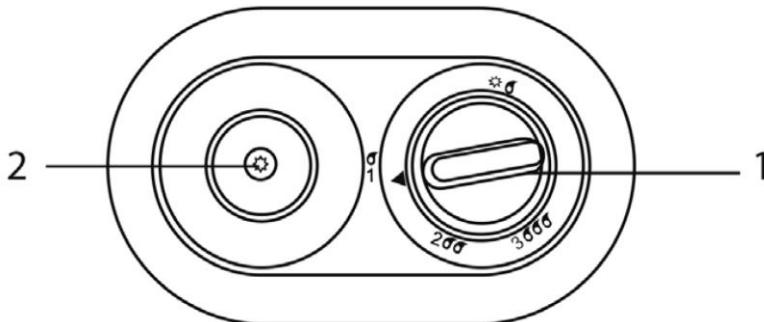

Рисунок 8
2. Нажмите и плавно поверните ручку регулировки газа на панели управления в положение **(1)** (рисунок 8). Продолжайте удерживать в нажатом положении ручку регулировки газа в течение 20-30 секунд. Одновременно несколько раз нажимайте кнопку пьезоподжига, до тех пор, пока не загорится запальная горелка. Каждый раз, как Вы нажимаете на кнопку пьезоподжига, Вы можете слышать громкий щелчок и видеть искру на электроде пьезоподжига. Продолжайте удерживать ручку регулировки газа в нажатом положении в течение 10-15 секунд с момента зажигания факела запальной горелки для активации датчика наличия пламени.